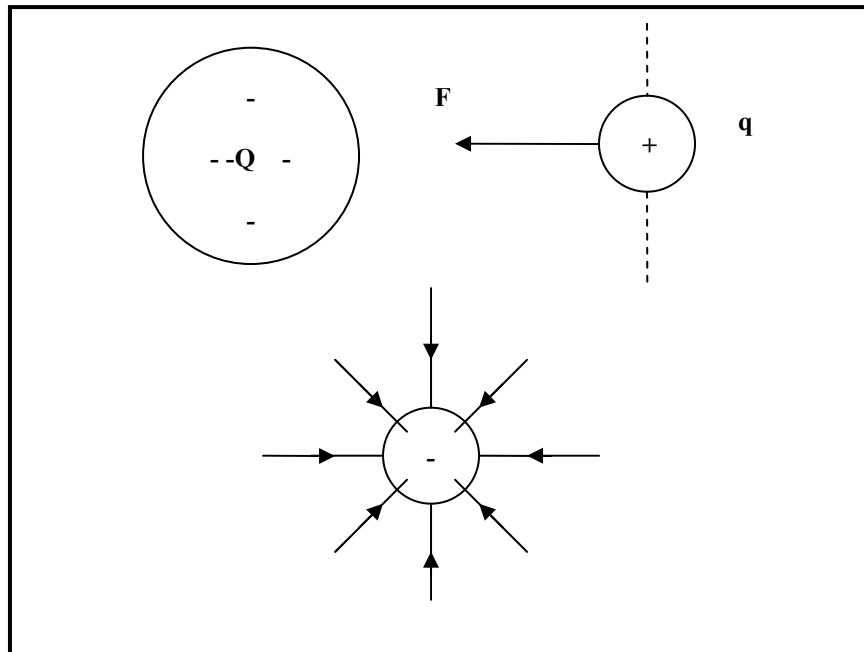

FIGURA 1.1.5 Dirección de un campo eléctrico en la vecindad de una carga negativa.
- Cuando está cerca de una carga negativa (q-), la dirección es hacia dentro (figura 1.1.5).